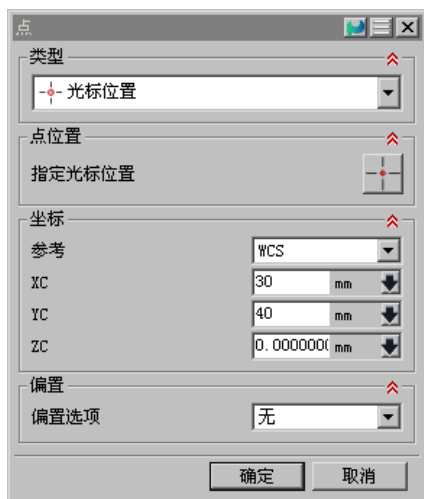

图 9.5 “点”对话框
Step3. 在“避让”对话框 **运动到起点(ST)** 区域 **运动类型** 下拉列表中选择 **直接** 选项，然后单击“点对话框”  按钮，系统弹出“点”对话框，在该对话框设置图 9.5 所示的参数，单击 **确定** 按钮。